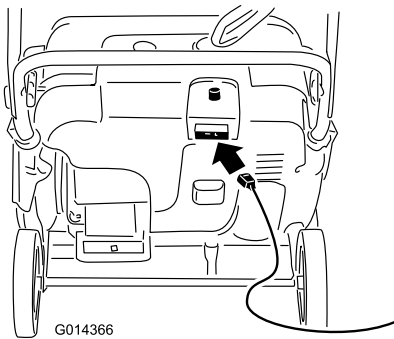
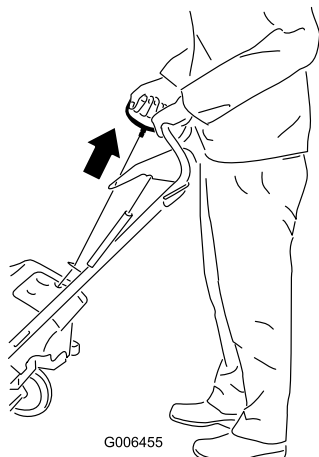

Figure 16
Figure 17
- 4. Raccordez la rallonge au secteur et à la machine, puis appuyez sur le bouton du démarreur électrique (Figure 16), ou tirez la poignée du lanceur (Figure 17).